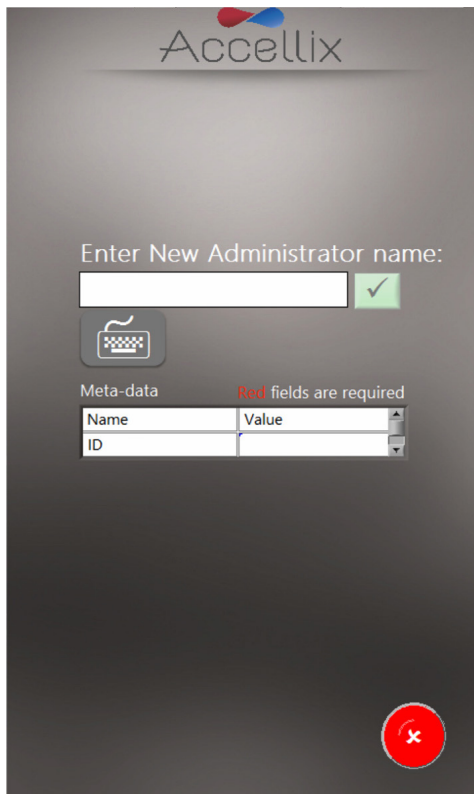

Abbildung 11: Bildschirm „Add User“ (Benutzer hinzufügen)
1. Tippen Sie auf das Symbol **Add** (Hinzufügen) . Der Bildschirm **Add User** (Benutzer hinzufügen) (Abbildung 11) wird angezeigt: